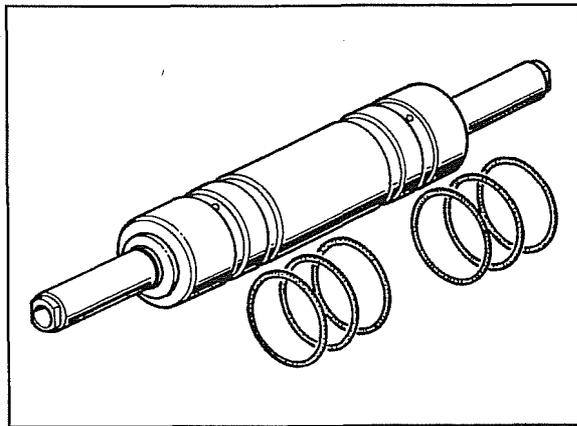

Fig. 80
16. La fig. 80 muestra el cilindro con los relativos anillos OR de sellado los que deberán ser sustituidos.